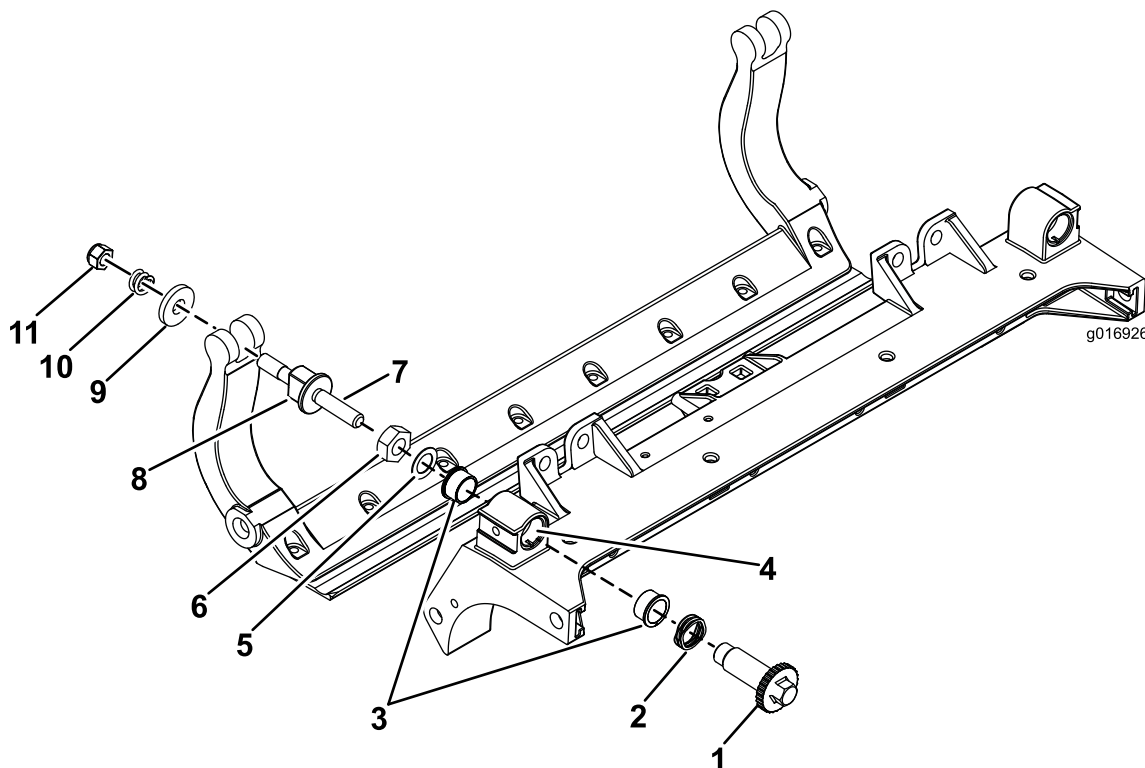

Figure 37
1. Enlevez toutes les pièces (voir les *Instructions d'installation* du kit DPA renforcé et la Figure 37).
2. Appliquez du produit antigrippant à l'intérieur du logement des douilles sur le cadre central de l'unité de coupe (Figure 37).
3. Alignez les clavettes des douilles à embase sur les fentes dans le cadre, et insérez les douilles en place (Figure 37).
4. Posez une rondelle ondulée sur l'axe de réglage et insérez l'axe dans les douilles à embase sur le cadre de l'unité de coupe (Figure 37).
5. Fixez l'axe de réglage avec une rondelle plate et un contre-écrou (Figure 37).
12. Placez une rondelle en acier à l'extérieur de chaque rondelle en nylon (Figure 37).
Remarque: Les rondelles peuvent présenter un espace à l'intérieur (Figure 37).
15. Serrez l'écrou sur chaque vis de réglage de la barre d'appui jusqu'à ce que le ressort de compression soit complètement comprimé, puis desserrez l'écrou d'un demi-tour (Figure 37).